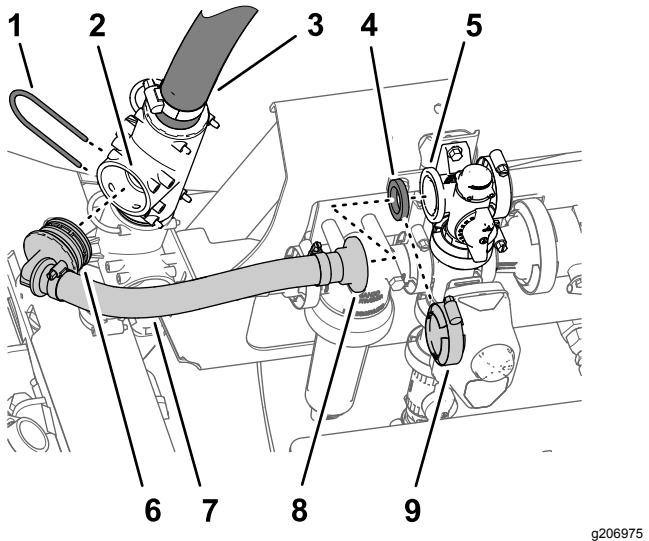

Рисунок 8
- Совместите прямоугольный штуцер типа «елочка» нового перепускного шланга перемешивания в сборе с открытым отверстием в верхнем тройнике и вставьте прямоугольный штуцер до его полной посадки в тройнике (Рисунок 8).
- Закрепите прямоугольный штуцер типа «елочка» в тройнике фиксатором (Рисунок 8), снятым при выполнении пункта 2 в разделе Демонтаж шлангов \(страница 7\).
- Совместите прямой фланцевый штуцер нового перепускного шланга перемешивания в сборе и прокладку с фланцем перепускного клапана (Рисунок 8).
- Прикрепите прямой фланцевый штуцер с прокладкой к перепускному клапану при помощи фланцевого хомута (Рисунок 8), снятого при выполнении пункта 2 в разделе Демонтаж шлангов \(страница 7\).